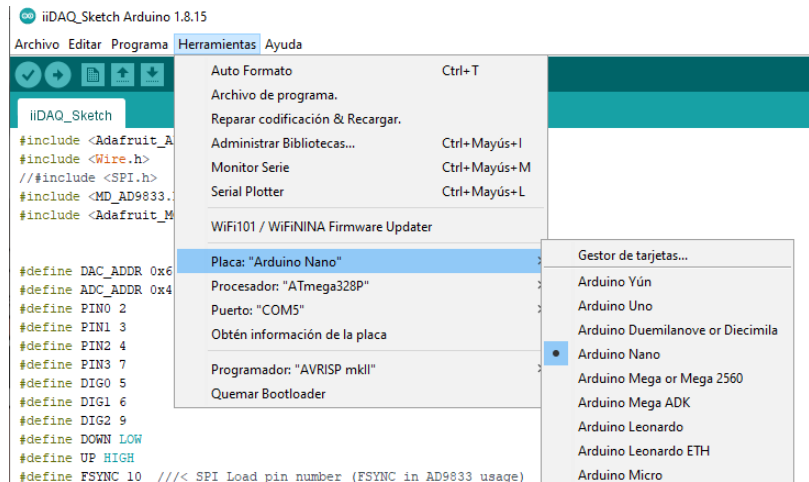

Figura 3.4: Selección de Placa.
3. Se debe buscar el nombre de la placa y puerto en el que se está comunicando el sistema. Para esto, en la parte superior izquierda, dar click en *Herramientas>Placa:> Arduino Nano* (figura 3.4), que es el Arduino con el que estamos trabajando. Posteriormente, en la misma ubicación